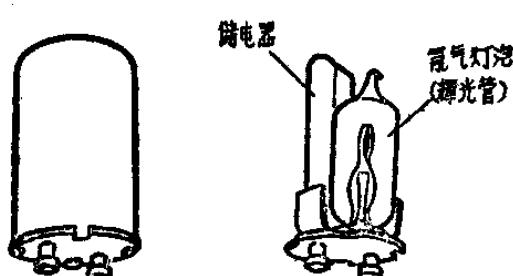

图 4-17
2. 开动器：又名启动器、啟輝器、虹光开关、司帶脫等，如图 4-17。它的作用是使灯管两端的电极接通电源，促使灯管內放电发光。它的种类有輝光式与热开关式，輝光式是最常用的一种，它的外面是鋁壳，壳里有一个氖气灯泡(也叫輝光管)与一个固定儲电器(也叫电容器)組成的，輝光的热度控制双金属片，使它能自动閉合与关断。